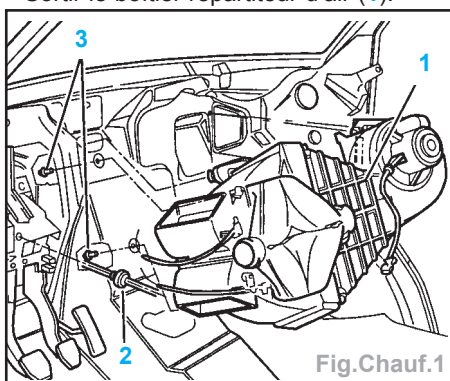

Fig. Chauf.1
- Dévisser les vis (3) (Fig. Chauf.1).
- Sortir le boîtier répartiteur d'air (1).